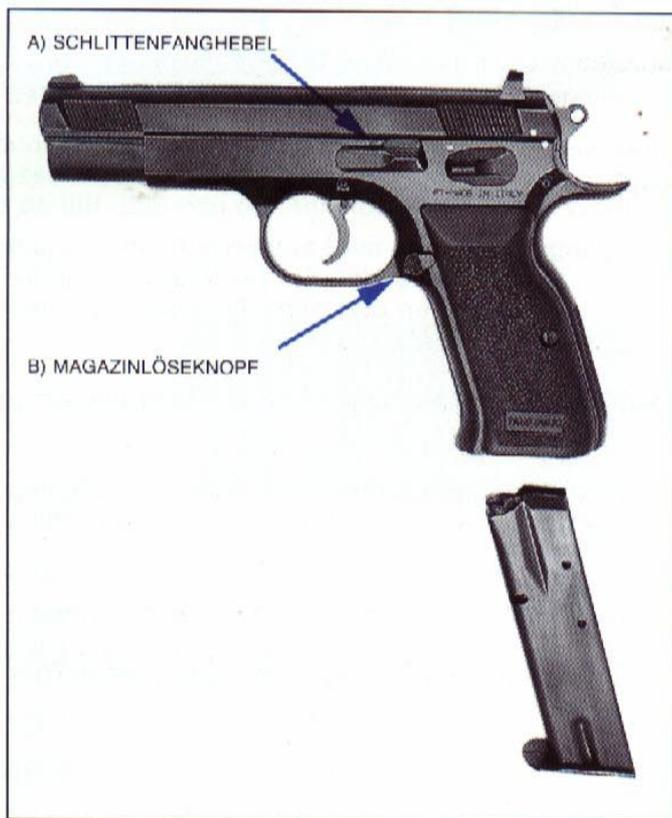

Abbildung n. 1
3. Drücken Sie den Magazinlöseknopf und nehmen Sie das Magazin heraus (Abbildung n. 1).
2. Drücken Sie den Magazinlöseknopf und nehmen Sie das Magazin heraus (Abbildung n. 1).